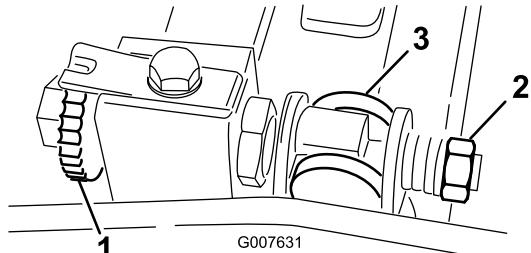

Figura 48
1. Girate in senso antiorario la vite di regolazione della barra di appoggio per allontanare la controllama dal cilindro (Figura 48).
2. Svitate il dado di tensionamento della molla finché la rondella non è più tesa contro la barra di appoggio (Figura 48).